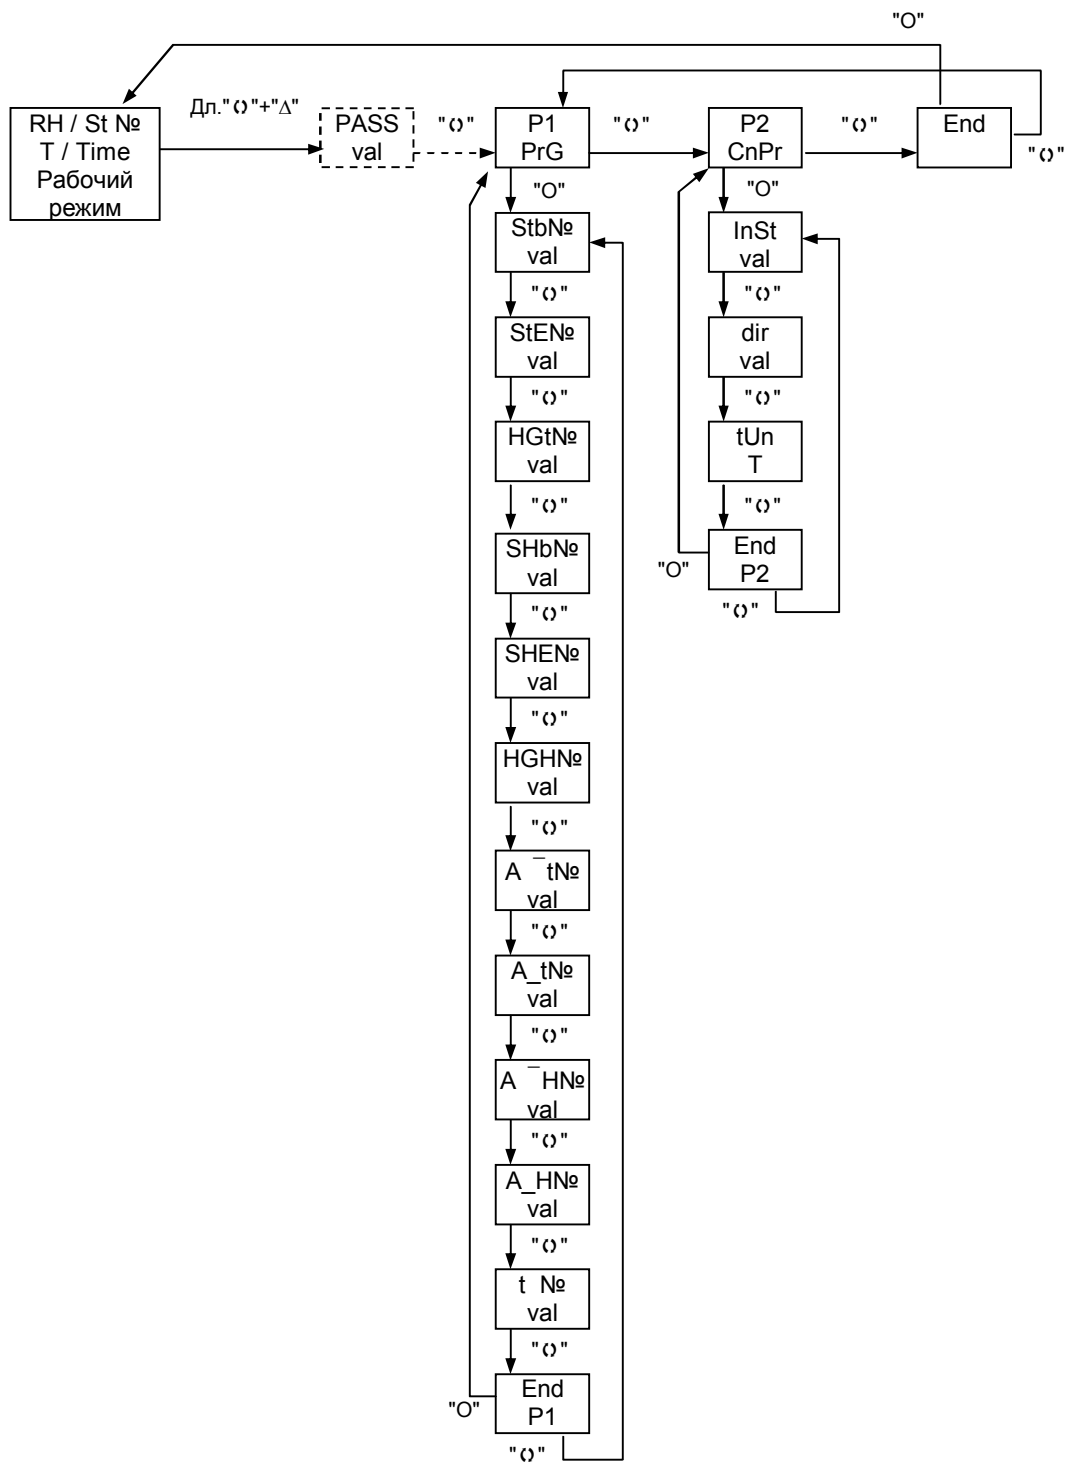

Рис. 1. Структурная схема меню пользователя.
4.3 ИТВР имеет структуру меню пользователя, изображенную на рис.1.
Рис. 1а. Структурная схема меню пользователя (продолжение).